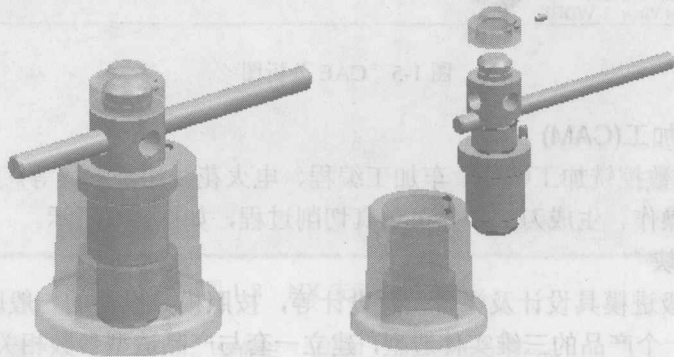

图 1-3 装配模型
(3) 装配: 有效地组织和管理零件的装配, 如图 1-3 所示。